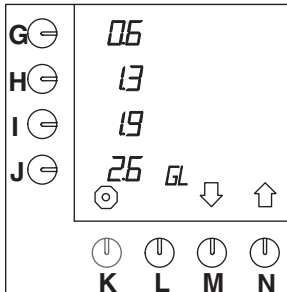

Abb. 39 Ändern der vorprogrammierten Wahltaasten für Gallonen
- Drücken Sie auf die Wahltaaste (N.)↑, bis Abb.39 im Display erscheint.